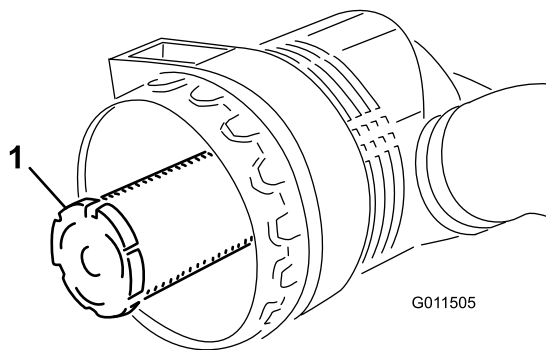

Figura 89
**Importante:** No intente nunca limpiar el filtro de seguridad (Figura 89). Sustituya el filtro de seguridad por uno nuevo después de cada tres revisiones del filtro primario.